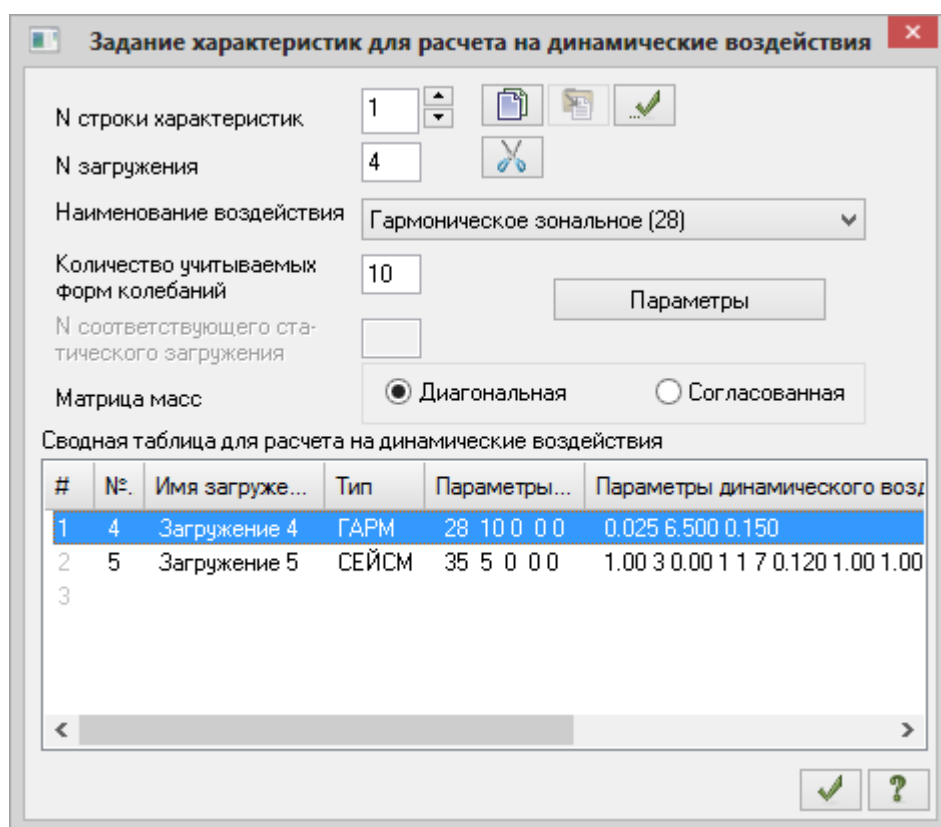

Рис.3.23. Диалоговое окно Задание характеристик для расчета на динамические воздействия
- Щелчком по кнопке  – **Таблица динамических нагрузок** (панель **Динамика** на вкладке **Расчет**) вызовите диалоговое окно **Задание характеристик для расчета на динамические воздействия** (рис.3.23).
- Наименование воздействия – **Гармоническое зональное (28)**;
- В диалоговом окне **Задание характеристик для расчета на динамические воздействия** (рис.3.23) задайте: